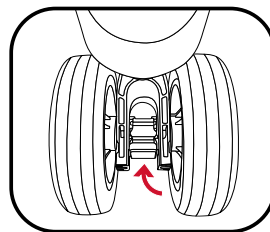

Figure 4
6. Poussez le levier de déverrouillage rapide jusqu'à ce qu'il soit bien enclenché (Figure. 4)